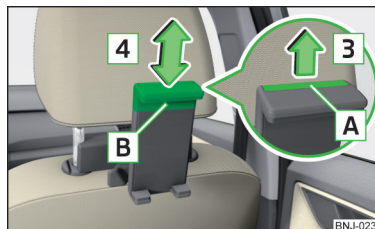

Fig. 88
- Per l'**adattamento della grandezza del supporto** estrarre la linguetta di sicurezza **A** in direzione della freccia **3** e spostare la parte **B** in direzione della freccia **4** nella posizione desiderata » fig. 88.